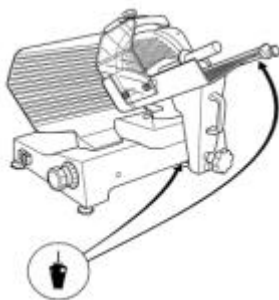

Fig. 3
5.2 Graissage (Fig. 3)
Pour que le presse-aliments et le chariot coulissent bien, graisser régulièrement la trancheuse aux points indiqués sur la fig. 3; n'utiliser que de l'huile de vaseline (MARCOL 82 ESSO ou WHITE OIL 105 BERGOIL) fréquemment mais de façon modérée.